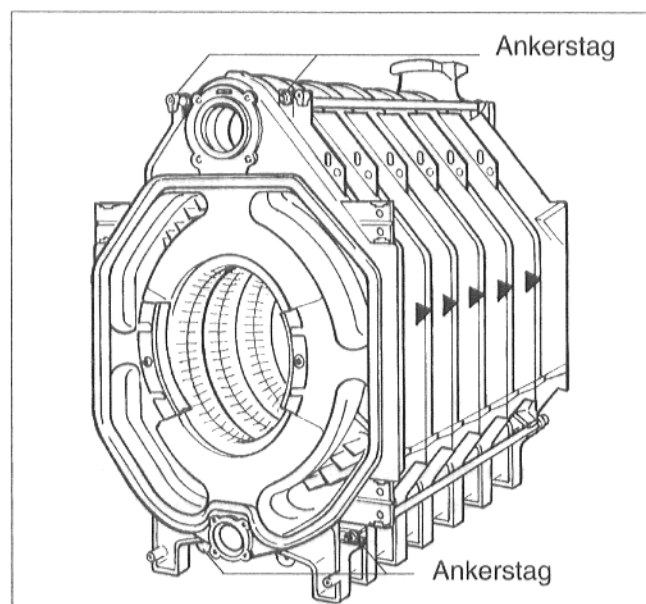

Fig. 14
- Ankerstagene settes inn i de støpte knastene på høyre og venstre side, oppe og nede ved siden av navene til kjelen (Fig. 14).